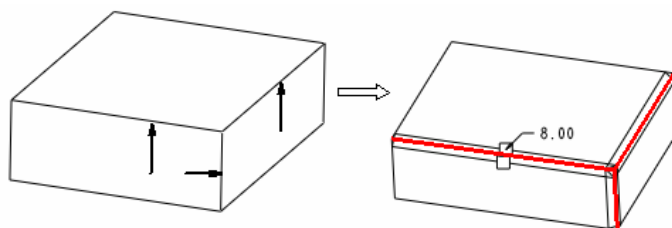

图 13-3
- (3) 选择图 13-3 中箭头指示的三条边（提示：选择边时，按住 Ctrl 键，以使这三条边为一组）。